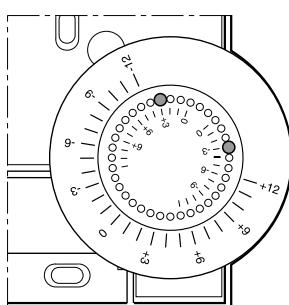

Figura 6: Limitazione del campo di regolazione
- ▶ Spostare le due piccole spine nei fori della rotella di regolazione per limitare il campo di regolazione (vedere Figura 6.). Orientarsi per tale operazione con la scala interna: Nella Figura 6, le spine sono impostate in modo tale che la rotella di regolazione si possa spostare solo di  $\pm 3^{\circ}\text{C}$  dal punto zero.